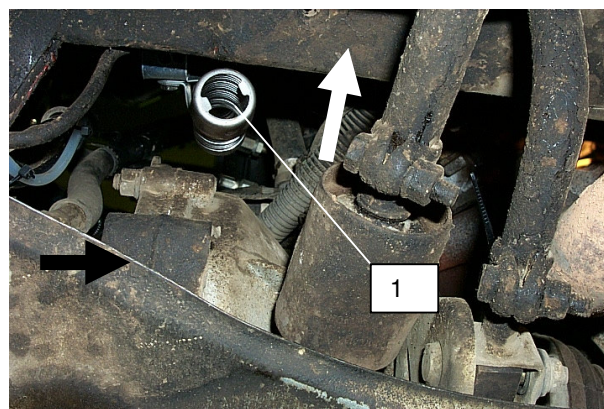

Рис.6
- направить срез трубопровода вниз (рис.6)